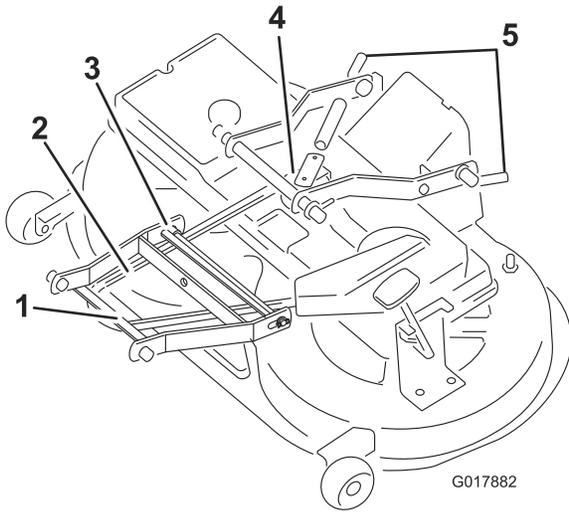

Figure 44
9. Tirez le bras de la poulie de tension vers l'intérieur et déposez la courroie trapézoïdale de la poulie (Figure 44).
11. Retirez la goupille entre la tringlerie du bras avant et le carter de tondeuse (Figure 44).
12. Enlevez la courroie trapézoïdale de la poulie du moteur (Figure 44).